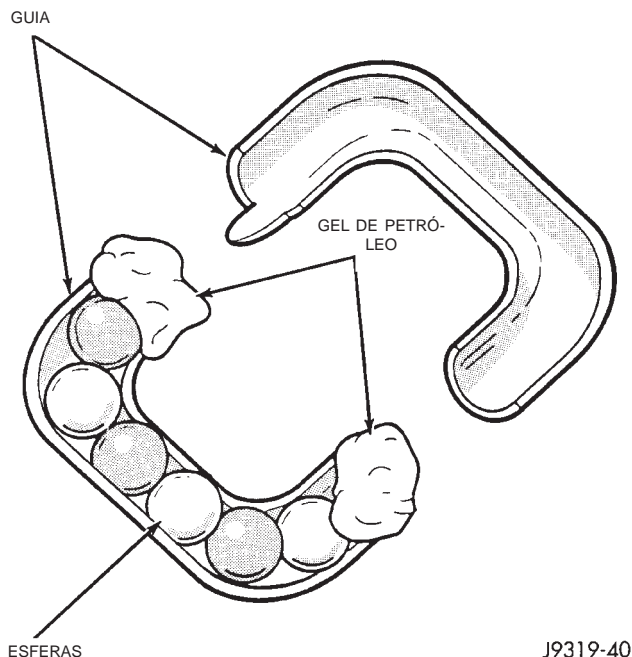

Fig. 23 Esferas no Guia de Retorno
(5) Instale as esferas restantes no guia usando graxa para mantê-las no lugar (Fig. 23).